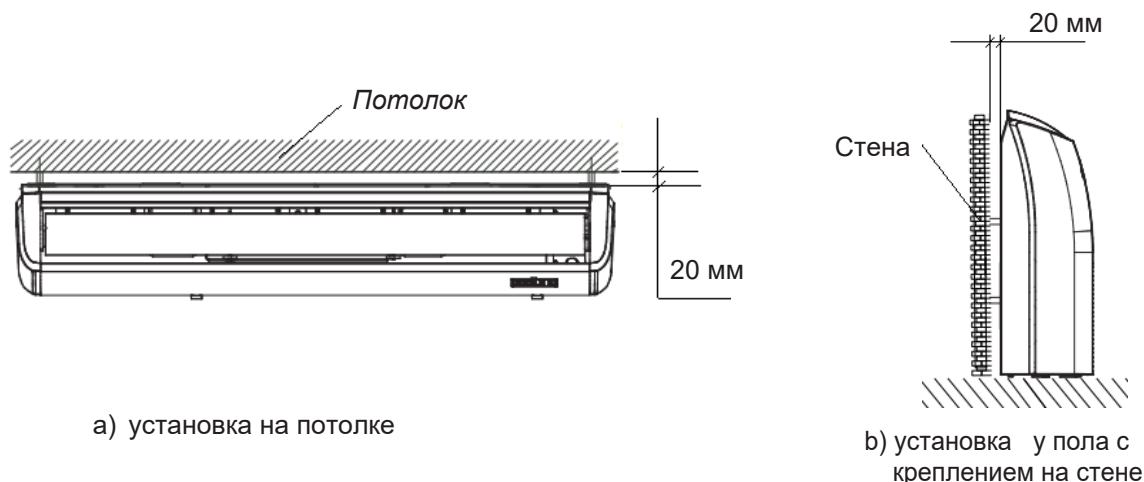

Рис.2.9
- Внутренний блок может монтироваться горизонтально под потолком или вертикально у пола (рис.2.9)
- После установки блока на шпильки отрегулируйте положение блока с помощью гаек (рис.2.9 в горизонтальном положении по "уровню").